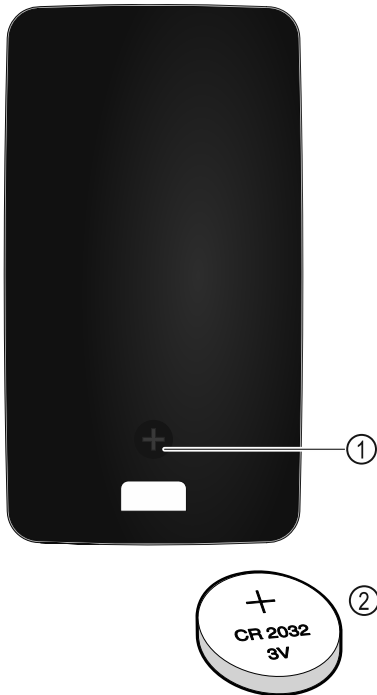

Fig. 260
Kaukosäätimen virransaanti tapahtuu alan liikkeestä saataalla tyypin CR 2032 paristolla (3 V:n jännite) Fig. 260 (2).
- Irrota ruuvi Fig. 260 (1) kaukosäätimen takasivulta.